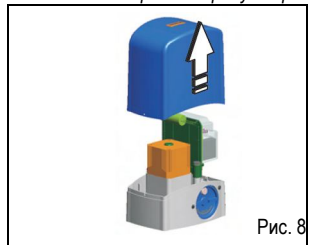

Рис. 8
1. Снять защитный кожух, потянув вверх (рис. 8).